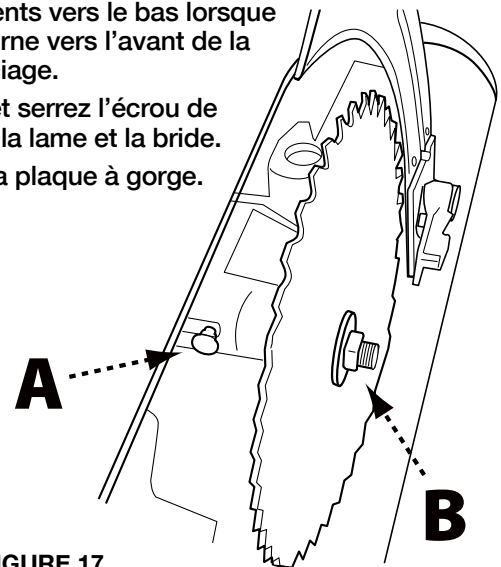

FIGURE 17
2. Appuyez et maintenez enfoncé le bouton de verrouillage de l'arbre (A) montré à la Figure 17.